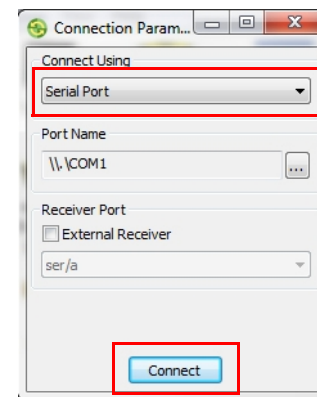

Рис. 7: Окно Параметры подключения
- c. В окне **Параметры подключения** (Рис. 7) выберите **Последовательный порт** и название порта, и затем нажмите **Подключиться**.